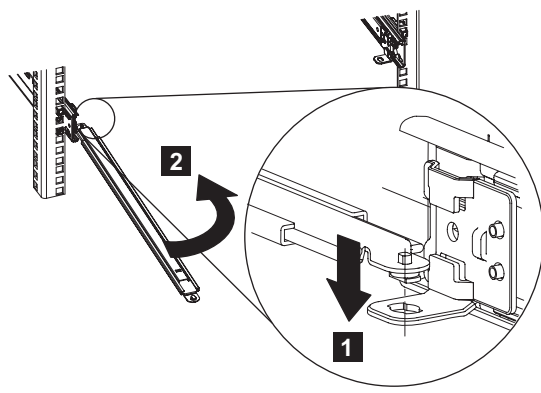

図 16. ラック背面: SAN ボリューム・コントローラー 2145-CF8 ケーブル・マネジメント・アームの取り付け
1. ラックの背面で、サポート・アームの一方の端 (左側) (図 16 の **1**) を、ケーブル・マネジメント・アームを接続するのと同じスライド・レールに接続して、サポート・アームのもう一方の端 (右側) **2** をラックの方向に旋回できるようにします。